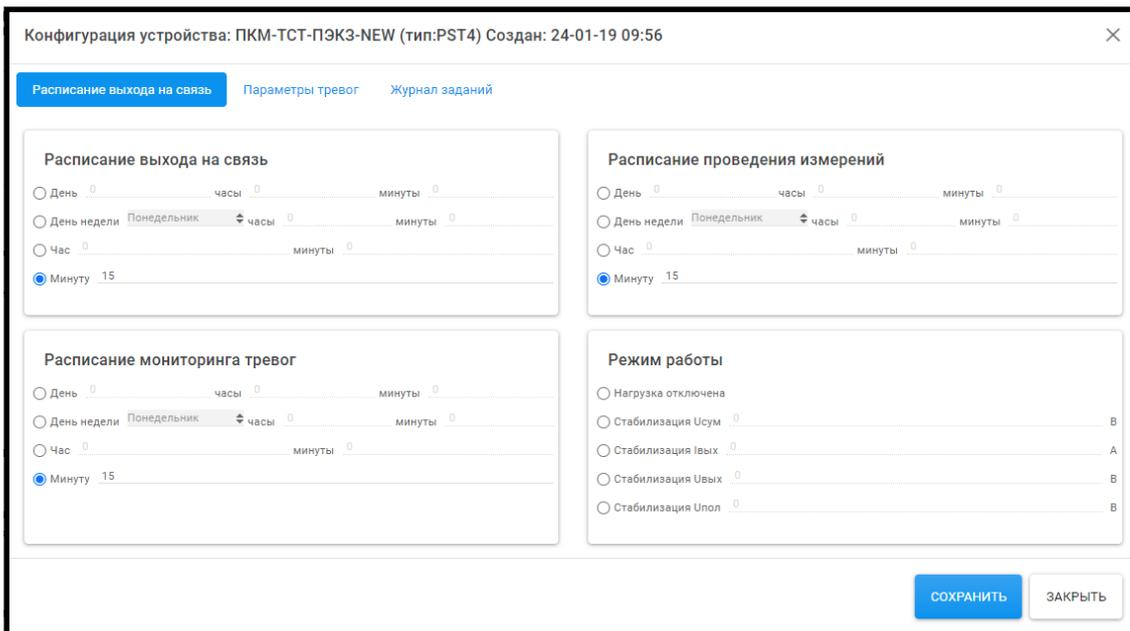

Рисунок 13 – Вкладка «Расписание выхода на связь» окна конфигурации
3.5.4.8 Вкладка «Расписание выхода на связь» содержит блоки для настройки расписаний и режим работы устройства (в зависимости от типа устройства). Например, для устройств ПКМ-ТСТ доступны блоки настройки «Расписание выхода на связь», «Расписание проведения измерений» и «Расписание мониторинга тревог», а для устройств ПЭКЗ-ТСТ к перечисленным блокам настройки добавляется блок «Настройка режима работы» (рисунок 13).